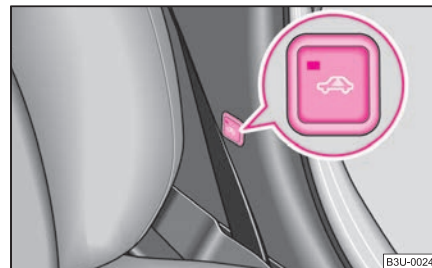

**Fig. 28** Tasti dell'antifurto volumetrico
- Premere il tasto  sul montante centrale sul lato passeggero ⇒ fig. 28.